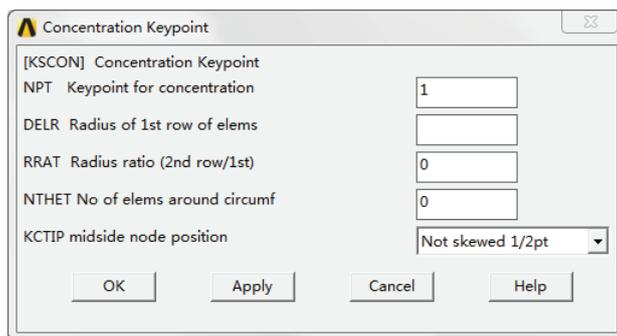

图 5-46 裂纹尖端关键点设置对话框。
1) 【Create】：定义裂纹尖端点的单元尺寸和网格形状。单击该菜单项，弹出如图 5-46 所示的对话框。